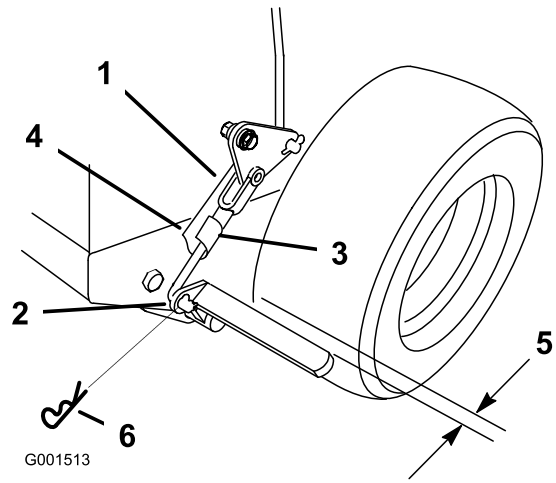

Figura 46
3. Retire el pasador de seguridad del acoplamiento inferior del freno (Figura 46).
4. Gire la horquilla del acoplamiento de freno inferior en el sentido de las agujas del reloj (enroscar) para apretar el freno de estacionamiento; gire la horquilla del acoplamiento del freno en el sentido contrario a las agujas del reloj (desenroscar) para aflojar el freno de estacionamiento (Figura 46).
Nota: Debe haber un espacio de aproximadamente 6 mm (1/4 pulg.) entre el neumático y la barra plana cuando el freno de estacionamiento está en posición de quitado (Figura 46).
5. Fije el acoplamiento inferior a la palanca de freno inferior con el pasador de horquilla y el pasador de seguridad (Figura 46).